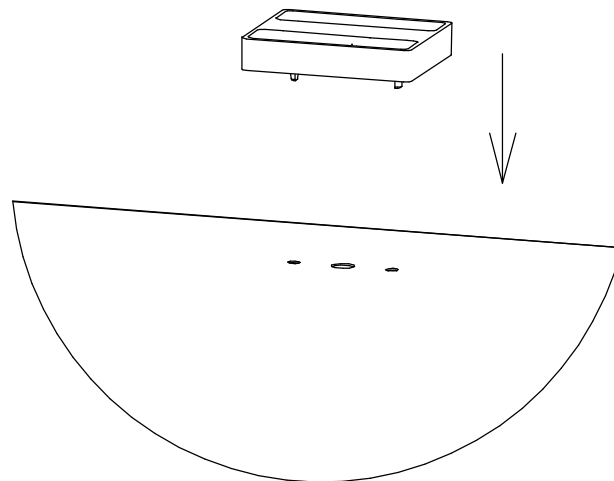

Рисунок 3 - Схема установки проставки пластиковой.
- 3) Установите проставки пластиковые поз.4 в отверстия возле крепежных мест (см. рисунок 3).